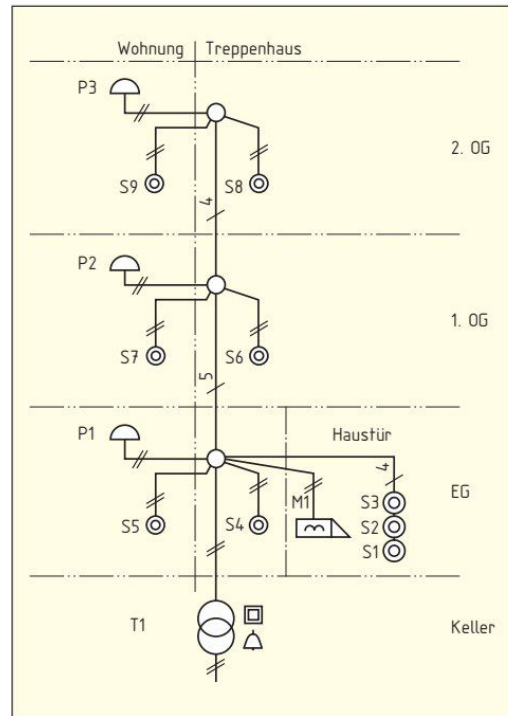

Bild 1: Hausruf- und Türöffneranlage eines Dreifamilienhauses
4. Wie groß darf die Bemessungsspannung an den Ausgangsklemmen (Bezeichnung: 2.1 und 2.2) von T1 (**Bild 1**) höchstens sein?